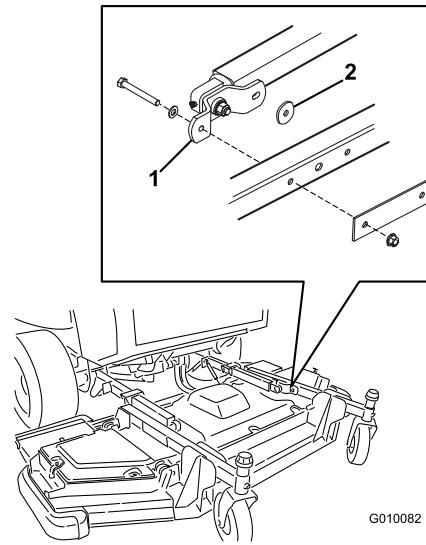

Figura 4
- Retire los tornillos de caperuza, las arandelas planas, la chapa y las contratueras que sujetan los soportes del brazo de elevación a la unidad de corte (Figura 4). Retire la arandela de empuje de entre el brazo de elevación y el taladro trasero alargado del soporte.
- Acerque la unidad de corte a los brazos de elevación (Figura 4).
- Presione hacia abajo sobre el brazo de elevación hasta que el soporte esté alineado con la unidad de corte. Asegúrese de que el taladro alargado del soporte queda hacia la parte trasera de la unidad de corte (Figura 4).
- Coloque la arandela de empuje entre el brazo de elevación y el taladro trasero alargado del soporte (Figura 4).